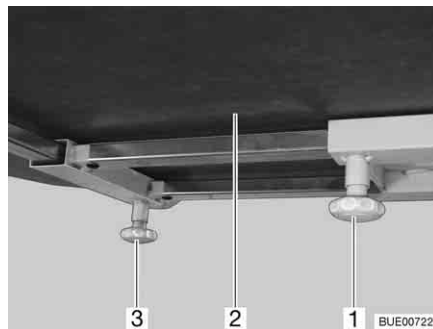

Bild 120 Förskjut bordsskivan (alternativ)
- Lossa den räfflade skruven (Bild 120,1).
- Skjut bordsskivan (Bild 120,2) till önskat läge.
- Lossa den räfflade skruven (Bild 120,3).